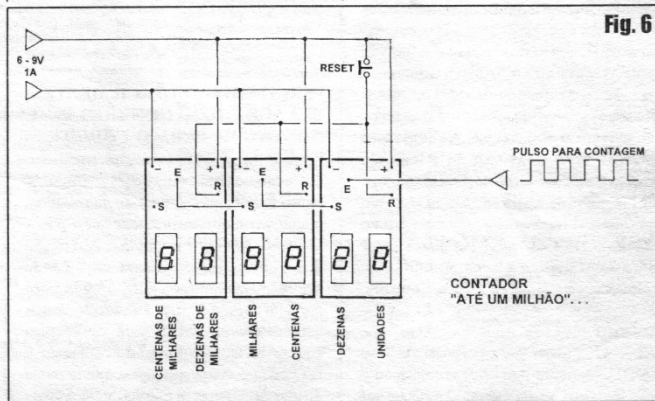

Fig. 6
- FIG. 6 - USANDO E ENFILEIRANDO O CODUDA... - Uma vez alimentado o circuito, bastará aplicar os pulsos (nos parâmetros já citados, convencionais para arranjos digitais C.MOS...) à entrada E e ver os dígitos numéricos incrementando, de "00" a "99" (ao fim do que retornam automaticamente a "00"...). A qualquer momento o *display* (contagem) pode ser *zerado* por uma breve *positivação* (ligar ao +6 ou +9 volts...) da entrada de reset (R). No acesso de saída (S) são obtidos os pulsos de *vai um* para acionamento de eventuais próximos módulos **CODUDA**... Falando em *próximos módulos*, o diagrama enfatiza um exemplo clássico, com o